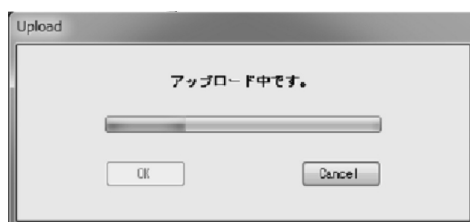

図175
- ③ メッセージボックス(図174)で「OK」ボタンをクリックすると、全てのパラメータのアップロードを開始します(図175)。「Cancel」ボタンをクリックすると、中断します。